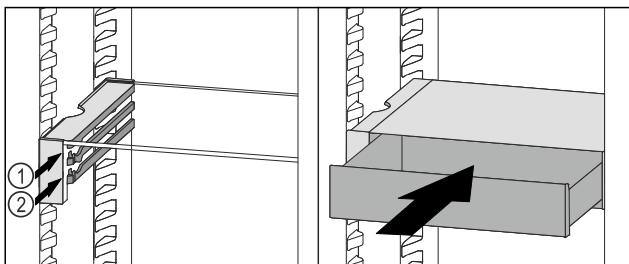

Fig. 197
- Stavite ladicu VarioSafe ukoso iza zaustavljača na željeni žlijeb *Fig. 197 (1)* ili *Fig. 197 (2)*.